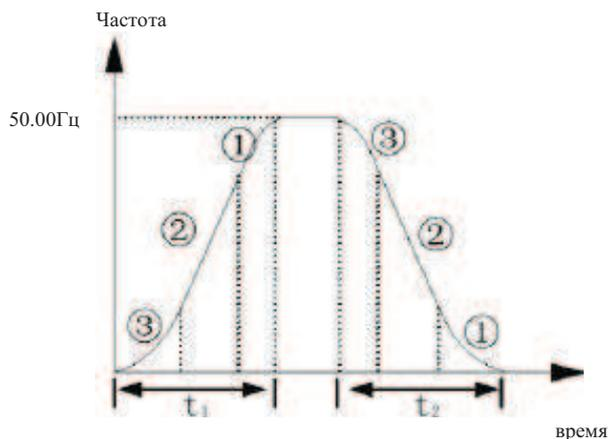

Рис. 7-2 Ускорение и замедление по S-кривой
**1: Ускорение и замедление по S-кривой.** Частота на выходе растет и уменьшается по S-кривой: см. рис.7-2.
Сегмент начала S-кривой показан на рис.7-2①, уклон кривой выходной частоты медленно растет с нуля.
Сегмент роста S-кривой показан на рис.7-2②, уклон кривой выходной частоты постоянный.
Сегмент завершения S-кривой показан на рис.7-2③, уклон кривой выходной частоты медленно снижается до нуля.